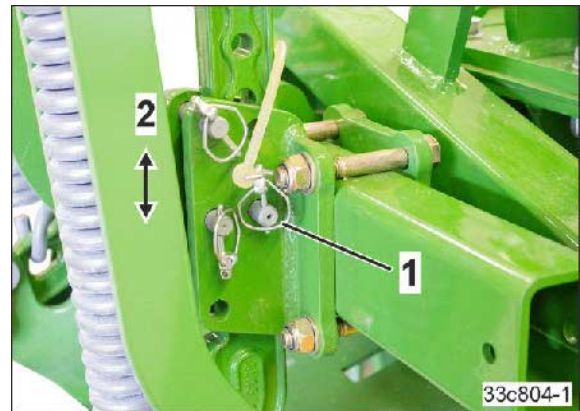

Fig. 116
1. Fjern låsesplinten (Fig. 116/1).
5. Sikre sikringsbolten med låsesplint (Fig. 116/1).
4. Ta sporløseren med grepet ut av sporløserholderen (Fig. 116/3)
- Sett spurløseren i ønsket posisjon med grepet (Fig. 116/3)